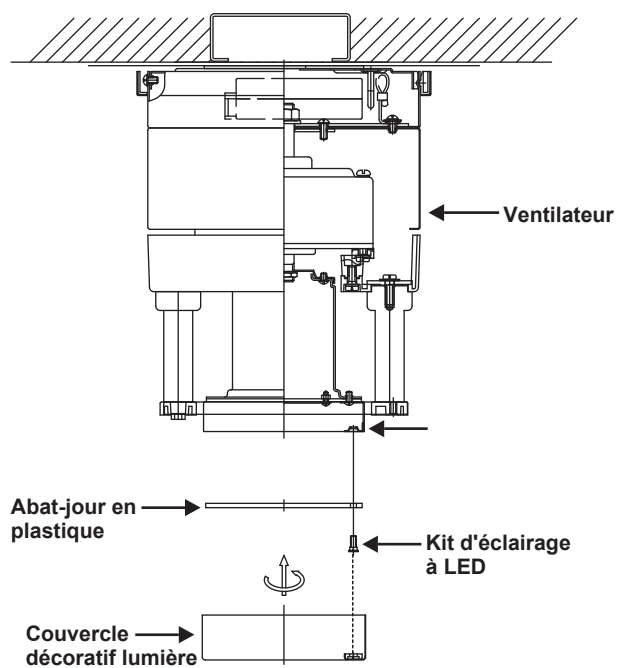

Figure 12
1. Fixez la abat-jour en plastique du Kit d'éclairage à LED à l'aide des deux vis fournies, (Fig. 12)
2. Soulevez le couvercle décoratif lumière contre le kit d'éclairage à LED et fixez-le au ventilateur en tournant le couvercle décoratif lumière dans le sens des aiguilles d'une montre jusqu'à ce qu'il soit bien ajusté. NE PAS TROP SERRER. (Fig. 12)